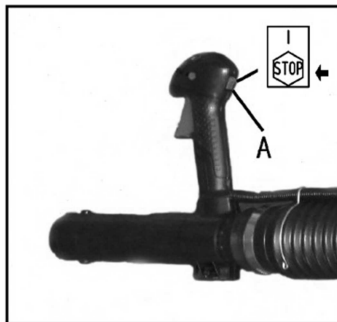

Fig.16
Quand il est nécessaire d'arrêter le moteur du souffleur immédiatement, appuyez sur l'interrupteur Moteur "STOP" (A). (Fig.16)
Pour un arrêt normal, relâcher la gâchette et laisser le moteur tourner au ralenti, puis appuyez sur l'interrupteur Moteur "STOP" (A). (Fig.16)